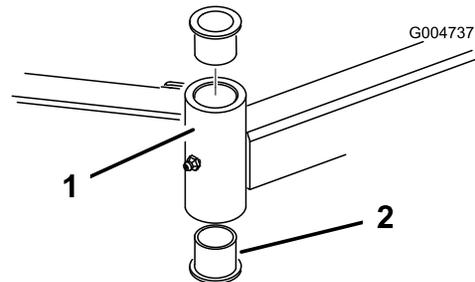

Figura 125
4. Inserte un botador fino en la parte superior o inferior del tubo de montaje y dé golpes hasta retirar el casquillo del tubo (Figura 125).